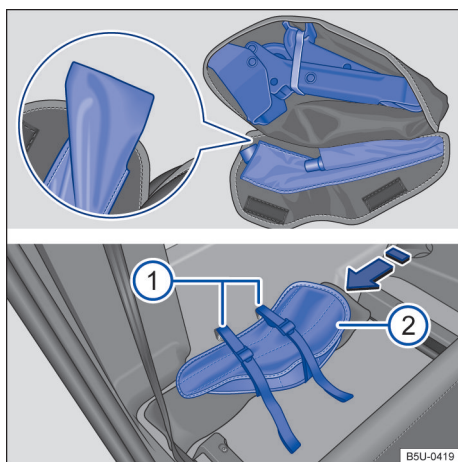

Fig. 133 Atrás do encosto do banco do passageiro: ① cintas de fixação da bolsa das ferramentas de bordo e ② bolsa das ferramentas de bordo.
- Acomodar o macaco na bolsa fechado totalmente → Fig. 133, com a base do macaco na parte maior da bolsa.
- Acomodar a chave de roda no seu devido alojamento e atentar para que a lingueta → Fig. 133 (lupa) seja colocada por baixo da chave de roda, para evitar ruídos durante a condução.
- Posicionar a bolsa das ferramentas de bordo atrás do banco do passageiro, sobre o triângulo de segurança e através das duas cintas de fixação, conforme → Fig. 133 no sentido da seta.
- Para que a bolsa fique corretamente fixada, colocar a bolsa de ferramentas de bordo com os velcros da bolsa voltados para frente → Fig. 133 ②.